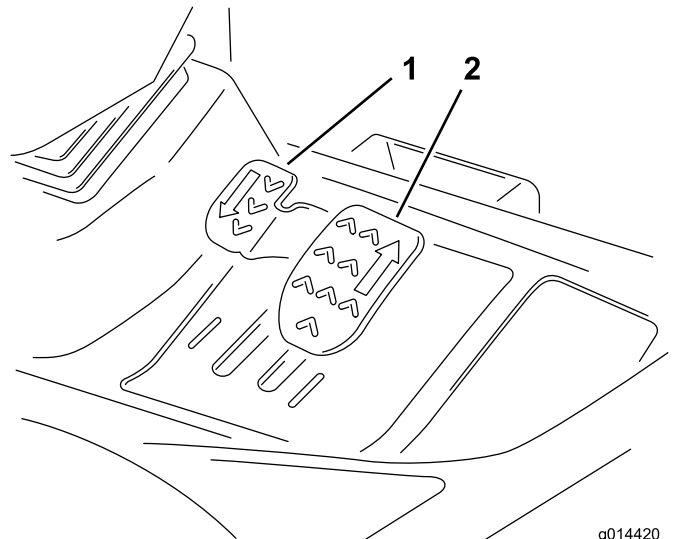

Figura 19
**Desplazamiento hacia adelante:** Pise el pedal de tracción hacia adelante para conducir hacia adelante y aumentar la velocidad de avance. Suelte el pedal para reducir la velocidad de avance (Figura 19).
**Desplazamiento hacia atrás:** Pise el pedal de tracción hacia atrás para conducir la máquina hacia atrás y aumentar la velocidad de avance. Suelte el pedal para reducir la velocidad de avance (Figura 19).